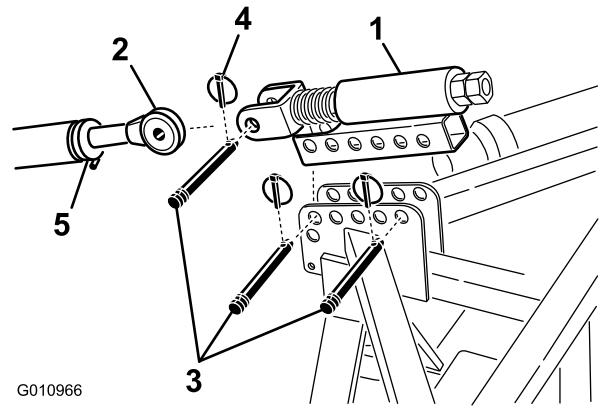

Figura 9
1. Monte el brazo de enganche superior tensado con muelle en el soporte del aireador con 2 pasadores de enganche y pasadores de seguridad (Figura 9)
2. Afloje la contratuerca del brazo de enganche superior de la unidad de tracción. Ajuste la longitud del brazo de enganche superior hasta que quede alineado con el pasador del brazo superior tensado con muelle del aireador (Figura 9).
3. Conecte el brazo de enganche superior de la unidad de tracción a la horquilla del brazo de enganche superior tensado con muelle y sujete el conjunto con un pasador de enganche y un pasador de seguridad (Figura 9).
6. Gire los pasadores de enlace superiores hasta que el muelle se comprima aproximadamente 13 mm (Figura 9).